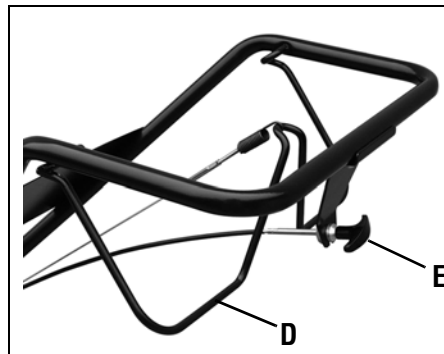

Figura 3-4: Todos los modelos tienen un gancho de embrague de marcha directa (D). Solamente el modelo 634A tiene control de embrague de marcha atrás (F).
El gancho del embrague de marcha directa (D, Figura 3-4) controla el engranado de la marcha directa en las ruedas y dientes.
2. Levante y sostenga el gancho del embrague (D, Figura 3-4) contra la barra de control para arrancar las ruedas y los dientes rotando hacia adelante.
El control del embrague de marcha atrás (E, Figura 3-4) controla el engranado de la marcha atrás en las ruedas y dientes. **La función de marcha atrás se usa únicamente para maniobrar con la cultivadora – nunca engrane los dientes en el suelo cuando opera en marcha atrás.**
3. Levante la barra de control hasta que los dientes estén separados del suelo, mire hacia atrás para evitar cualquier obstáculo y luego jale de la perilla de control (E, Figura 3-4) hacia afuera. Las ruedas y los dientes rotarán en dirección inversa.